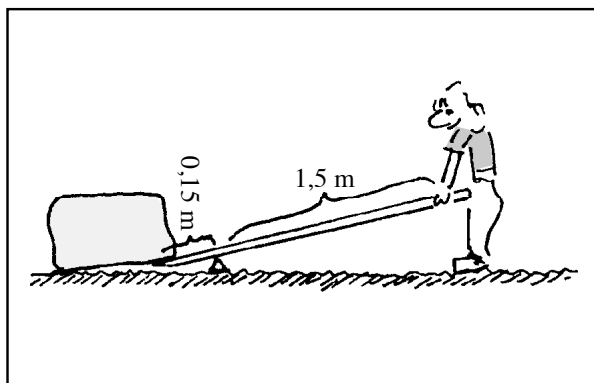

Fig. 7.36. Per l'esercizio 2
2. Un sasso pesante 500 kg deve essere sollevato con l'aiuto della leva in fig. 7.36. Supponi che metà della massa del sasso gravi sulla leva. Ce la farà la ragazza? (Pesa 50 kg)